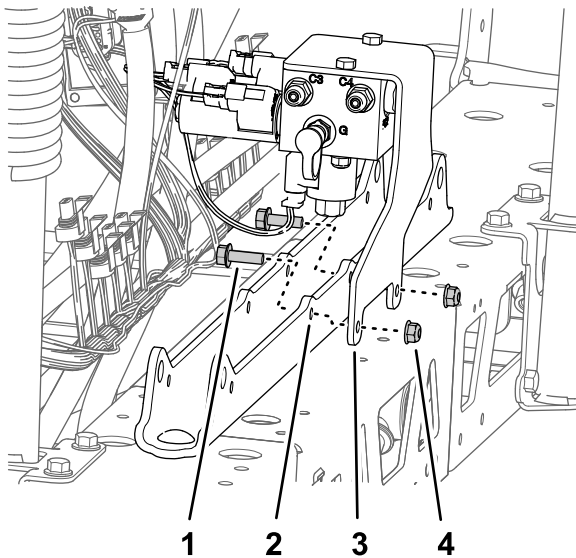

Рисунок 95
- А. Совместите отверстия в опорном кронштейне коллектора подъема секции с отверстиями в креплении цилиндра (Рисунок 95).
- В. Установите опорный кронштейн на крепление цилиндра (Рисунок 95) при помощи 2 болтов с фланцевыми головками (5/16 x 1 дюйм) и фланцевых контргаек (5/16 дюйма),